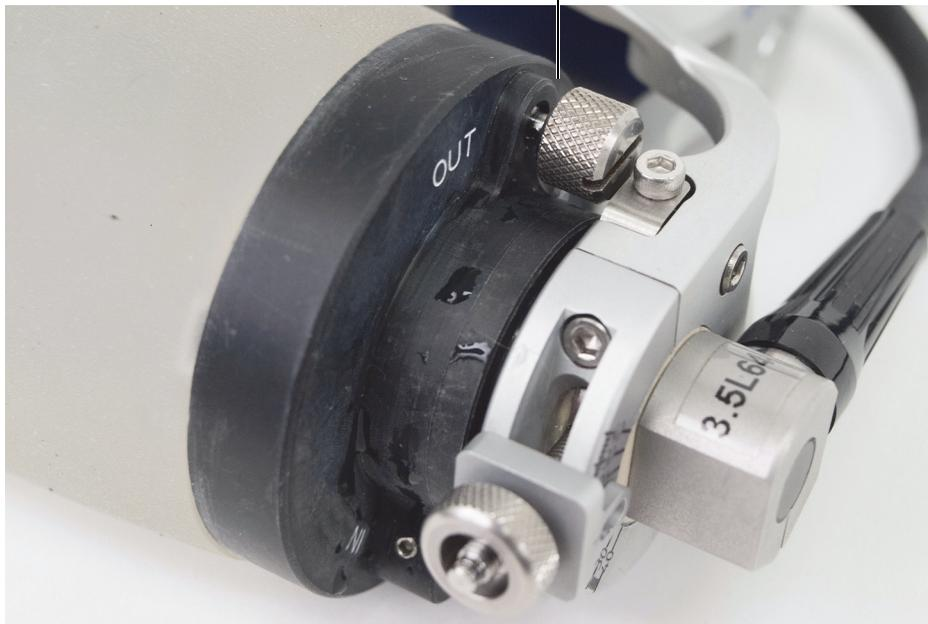

图 3-1 凸缘上处于开启状态的输出（OUT）阀
1. 在连有探头线缆一侧的声学轮凸缘上，转动输出（OUT）阀一圈半，确保输出阀处于开启状态（参见第44页的图 3-1）。